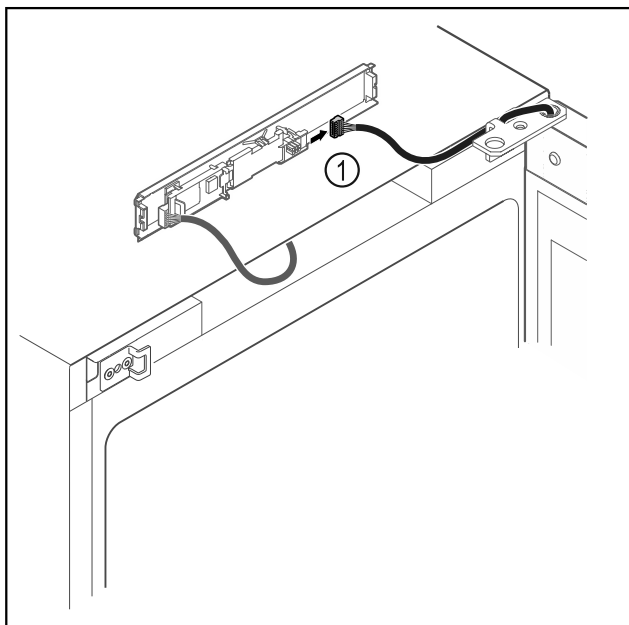

Fig. 16
- Отсоедините штекер Fig. 16 (1) от панели.